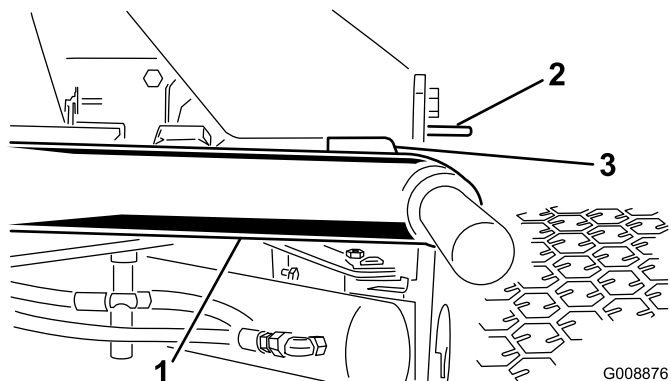

Figura 22
1. Arranque el motor, eleve los brazos de elevación y compruebe que la holgura entre cada brazo de elevación y el soporte de la chapa de suelo es de 0,18 a 0,32 pulgadas (5 a 8 mm) (Figura 22).